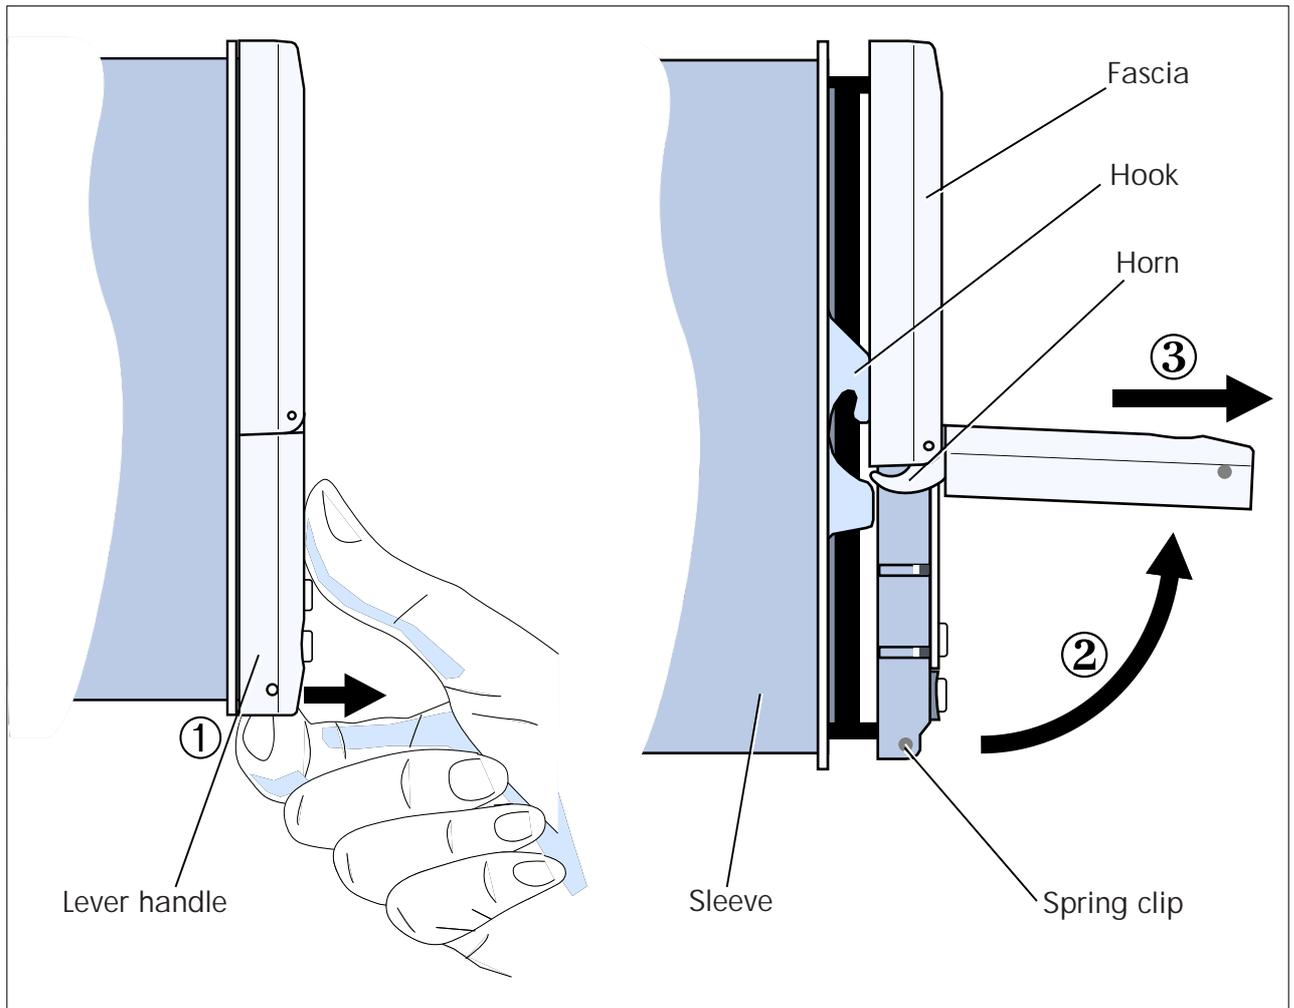

Fig. 2-9 Estrazione dell'unita' dalla custodia
- La maniglia del pannello va chiusa ermeticamente per assicurare una buona chiusura del pannello nella custodia. Vd. Fig. 2-9 in §3.5.
Vd. Fig. 2-9. Per aprire l'unità', tirate il fondo del manico sul pannello di montaggio rilasciando i clip (1), sollevate dunque il manico (2) sino a portarlo in posizione quasi orizzontale. L'unità' sarà così estratta di c/a 1cm. Se tenete un pollice sul pannello frontale— vd. fig. — rende l'operazione più semplice e più controllabile. Estraiete completamente l'unità' tirando la maniglia del manico (3).
Vd. Fig. 2-9. Inserite l'unità' nella custodia, in modo che le scanalature delle guide di